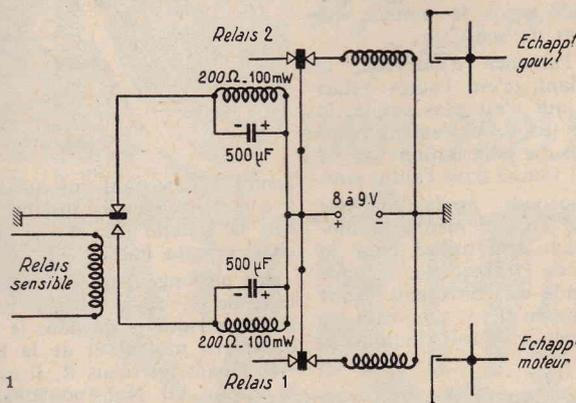

Fig. 1
à la commutation de tension celui de la barrette à 6 contacts disposée sous la platine. Ce câblage est indiqué sur la figure 1. Les fils jaune, bleu, rouge, vert de la partie inférieure plan sont reliés au transformateur d'alimentation. Le rouge correspond à la prise centrale 0V du cavalier répartiteur de tension du transformateur, le jaune à la prise 110 V, le bleu à la prise 220 V et le vert à un fil du secteur après interruption du potentiomètre de volume.
I. — Prenez deux échappements : un pour le gouvernail, l'autre pour le moteur de propulsion. Commandez-les chacun par le contact repos d'un relais temporisé. L'un de ces relais est commandé à son tour par le contact repos du relais sensible du récepteur, l'autre par le contact travail de ce même relais sensible (fig. 1).